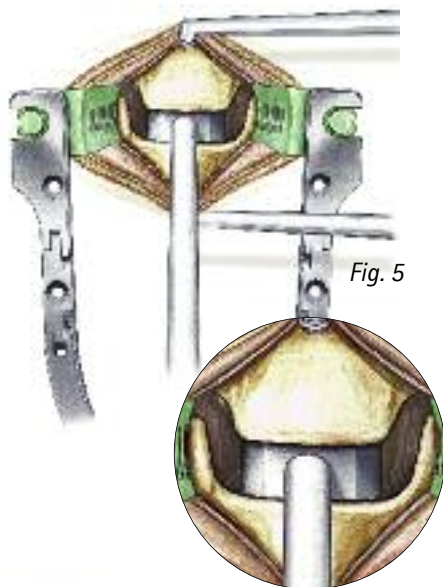

Fig. 5
- O tamanho correto do implante pode ser estabelecido usando os implantes de teste (Fig. 5).